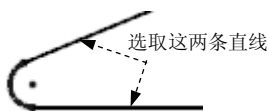

图 5.6.10 “修剪”的圆角
**Step 2** 定义圆角曲线。单击选取图 5.6.10 所示的两条直线。